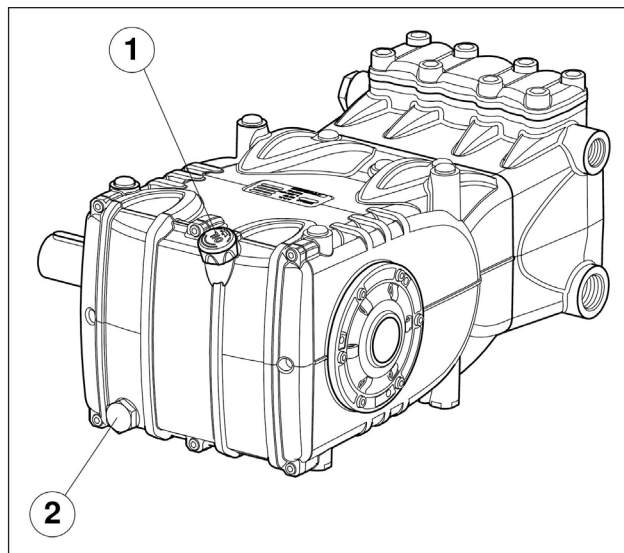

Fig. 3
Controlar el nivel de aceite, si es necesario repostar. desde la varilla de nivel de aceite pos. ①, Fig. 3.
El control correcto del nivel de aceite se realiza con la bomba a temperatura ambiente, el cambio de aceite va realizado con la bomba a temperatura de funcionamiento retirando: la varilla de nivel de aceite pos. ①, y a continuación el tapón pos. ②, Fig. 3.